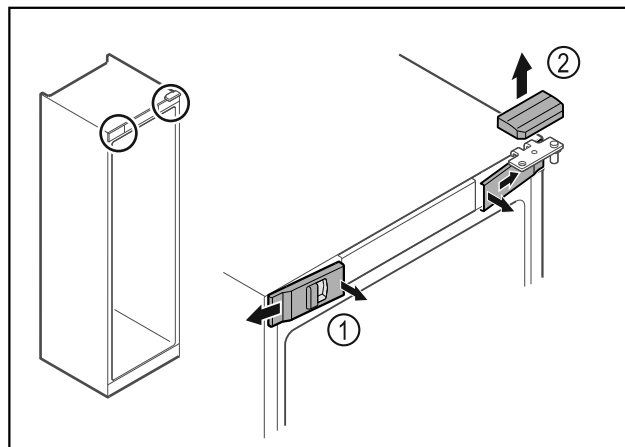

Fig. 6
► Disinnestare le coperture anteriori Fig. 6 (1) dall'interno ed estrarle lateralmente.
- Rimuovere la copertura superiore Fig. 6 (2) sollevandola verso l'alto.